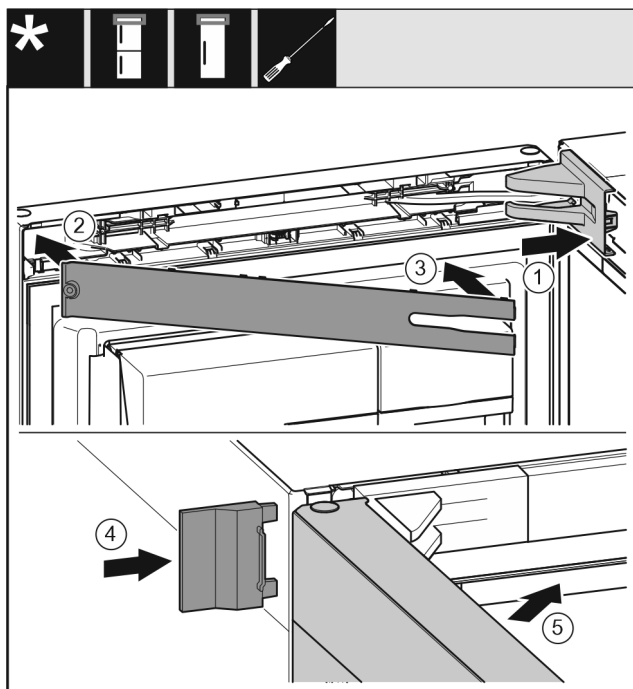

Fig. 51
- ▶ Τοποθετήστε και κουμπώστε το κάλυμμα του στηρίγματος, ενδεχ. αποσυμπίστε το προσεκτικά. Fig. 51 (1)
- ▶ Τοποθετήστε το διακοσμητικό κάλυμμα. Fig. 51 (2)
- ▶ Κλείστε το διακοσμητικό κάλυμμα και κουμπώστε το. Fig. 51 (3)
- ▶ Ωθήστε το εξωτερικό κάλυμμα. Fig. 51 (4)
- ▶ Κλείστε την επάνω πόρτα. Fig. 51 (5)